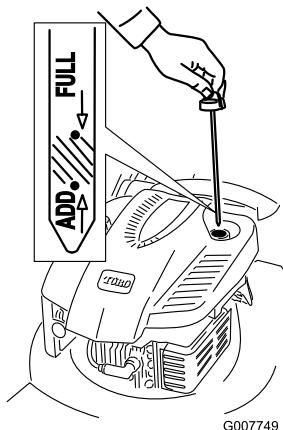

Figura 8
1. Togliete l'asta di livello (Figura 8).
1. Togliete l'asta di misurazione del livello dell'olio, asciugatela ed inseritela a fondo nel foro (Figura 8).
2. Estraete l'asta e controllate il livello dell'olio (Figura 8). Se il livello dell'olio è inferiore alla tacca **Add** sull'asta, versate **lentamente** dell'olio nel foro del bocchettone fino a portarne il livello alla tacca **Full** sull'asta. **Non riempite troppo.** (Riempimento massimo: 0,59 litri, tipo: olio detergente SAE 30 con classificazione API SF, SG, SH, SJ, SL o superiore.)